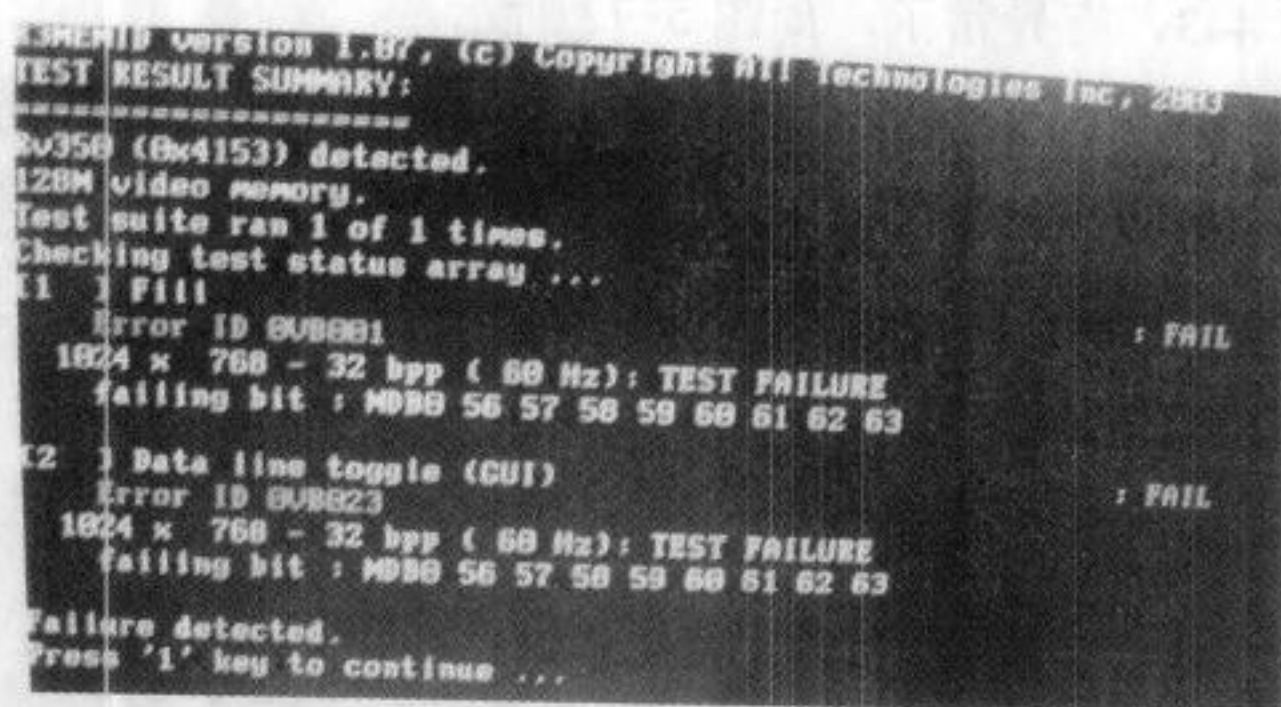

图 5-69 测试报错
- (1) 首先外观检查没有发现掉件烧坏等外观故障。
- (2) 使用 R3MEMID 测试, 程序显示 B 通道 56~63 数据位出错, 如图 5-69 所示。